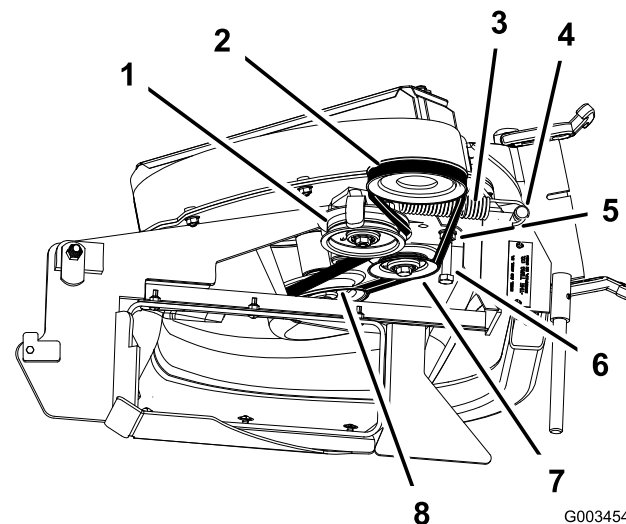

Figura 15
2. Para plataformas de 122 cm e 132 cm, desaperte o parafuso guia da correia (Figura 15).
3. Instale a correia em redor da polia do soprador e polia intermédia fixa (Figura 15).